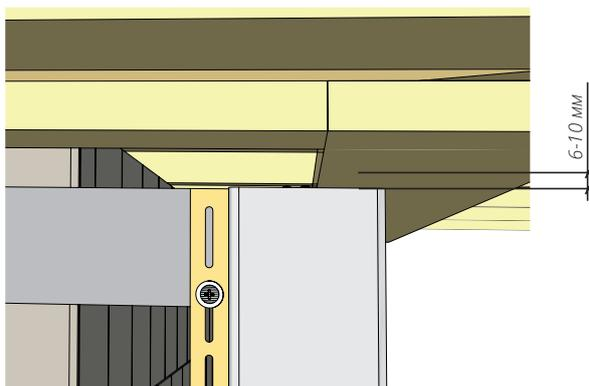
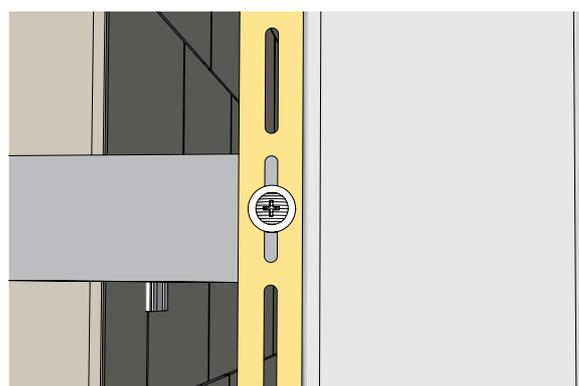

Рисунок 7
Рисунок 8
- 6.4** Все вертикально монтируемые элементы (виниловый сайдинг, доборные элементы) вывешиваются/фиксируются во второе-третье перфорационное отверстие на саморез(ы). Это единственный саморез, который вкручивается в верхний край перфорационного отверстия (рис. 7), остальные саморезы необходимо вкручивать точно в середину перфорационных отверстий (рис. 8).